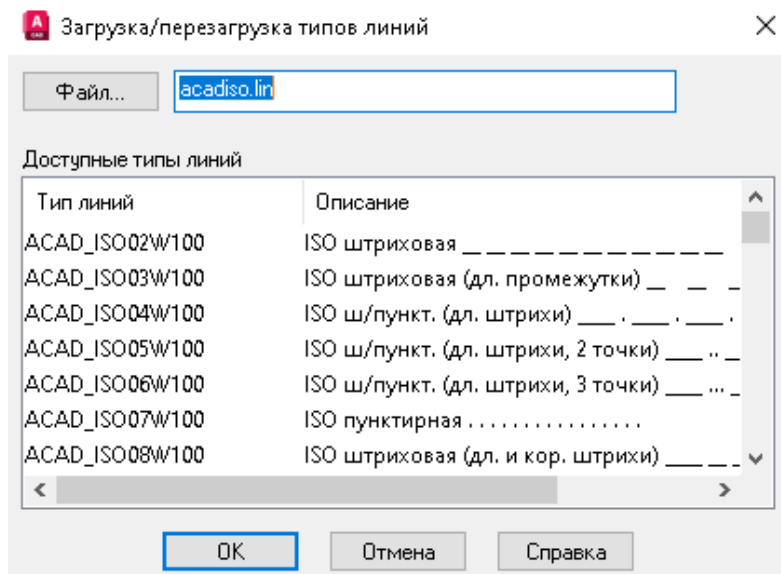

Рисунок 4 – Диалоговое окно Загрузки/перезагрузки типов линий
3. В диалоговом окне **Загрузка/перезагрузка типов линий (Load/Reload Linetypes)** выберите нужные линии, например, **ISO dash (Штриховая)** и **Center (Осевая)** (рис. 4), и нажмите **ОК**.